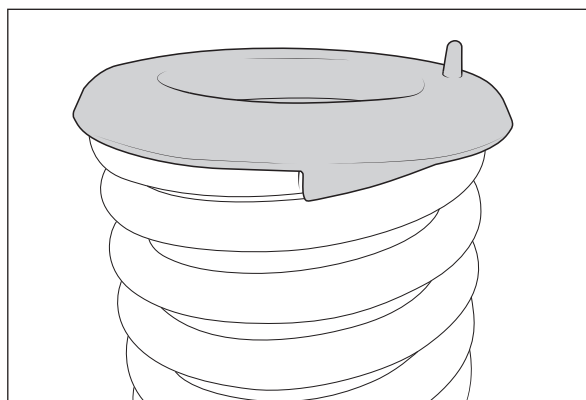

Abbildung 8
12. Montiere den werkseitigen Federisolator auf der AEV-Feder (Abb. 8). Achte darauf, dass die Feder richtig in der Kerbe des Isolators sitzt. Senke die Achse so weit ab, bis der Isolator und die AEV-Feder montiert werden können, achte darauf, dass der Bremsschlauch oder die ABS-Kabel nicht gespannt werden. Achte darauf, dass die gegossene Nase des Isolators in das Loch der Federaufnahme am Rahmen passt, damit er richtig ausgerichtet ist. Hebe die Achse an, damit die Feder an ihrem Platz bleibt.